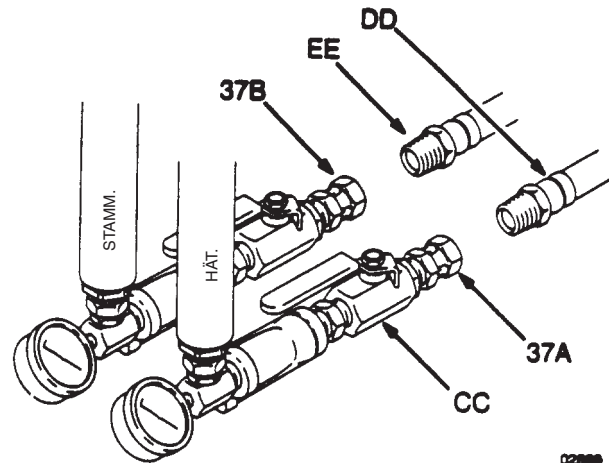

Abb. 6
Hinweis: Bei einer Wandmontage der Pumpe die Einlassbausätze (CC) der Pumpe so drehen, dass sie nach vorne zeigen und nicht nach rückwärts, siehe Abb. 6.
1. Zuführschlauch für Stammkomponente (EE) an den 3/4 NPT Drehgelenkeinlass (37B) für die Stammkomponenten-Dosierpumpe anschliessen. Siehe Abb. 6.
2. Zuführschlauch für den Härter (DD) an den 3/4 NPT Drehgelenkeinlass (37A) für die Härter-Dosierpumpe anschliessen.